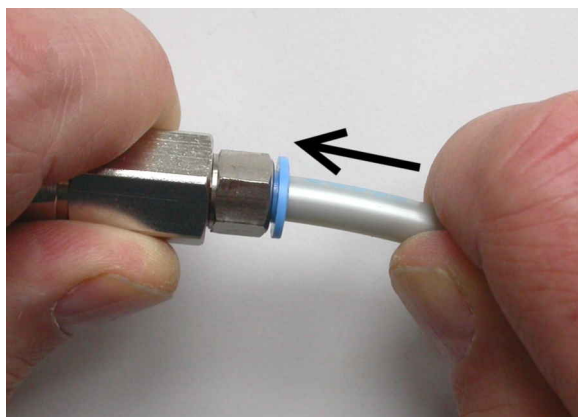

図 6-4: プッシュプルアダプター(左側)と 6 mm のチューブ(右側)の組み立て
5. チューブをアダプターの端まで挿入します(図 6-4 を参照)。